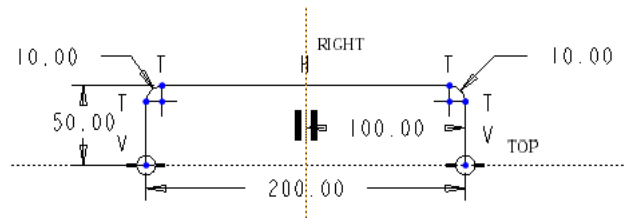

図 2-6 フィレット (R10) の作成
- 「フィレット」をクリックし、左右上端の直角に R10 のフィレットを作成する（2辺をクリックし中ボタンを押す）（図 2-6）。